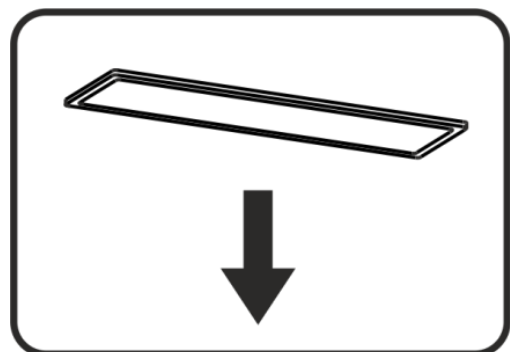

Рис.7
8.8 На витяжці встановлено **LED** лампу підсвітки робочої зони плити. Перед початком заміни ламп освітлення необхідно відключити витяжку від електромережі, дати можливість охолонути лампі. Для заміни лампи необхідно зняти алюмінієві фільтри, відтиснути тримач патрона так, щоб лампа вийшла з корпусу витяжки. Замість неї необхідно встановити нову з тими ж характеристиками і встановити фільтри (рис.7).